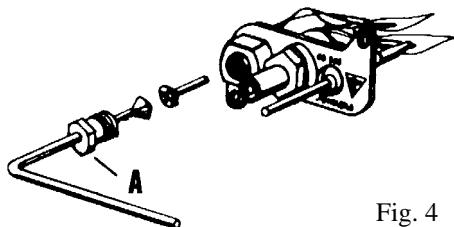

Fig. 4
De spanmoer (A) van de waakvlamleiding losdraaien en de leiding uit de waakvlambrander trekken (fig. 4). Het gemonteerde spuitstukje nazien en indien nodig vervangen door een nieuw. Controleer het codenummer (zie technische gegevens). Vervolgens de waakvlamleiding weer monteren.
Dévissez l'écrou (A) autour de la conduite de la veilleuse et retirez la conduite (fig. 4).